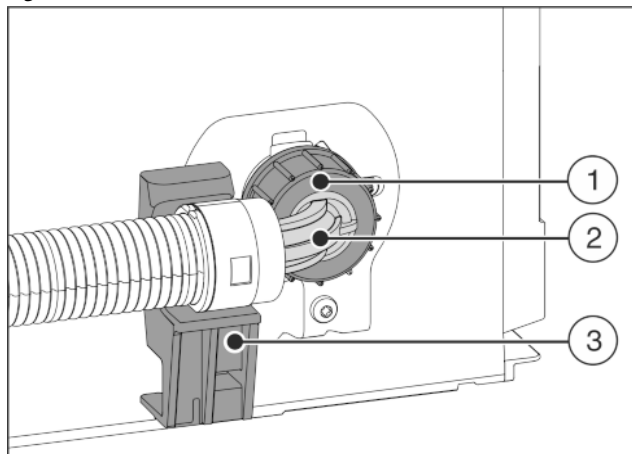

Fig. 22
- ▶ Positionner et maintenir l'extrémité de tuyau coudée Fig. 22 (2) horizontalement sur le support Fig. 22 (3).
- ▶ Visser l'écrou Fig. 22 (1) manuellement sur le filetage jusqu'à ce qu'il soit parfaitement stable.